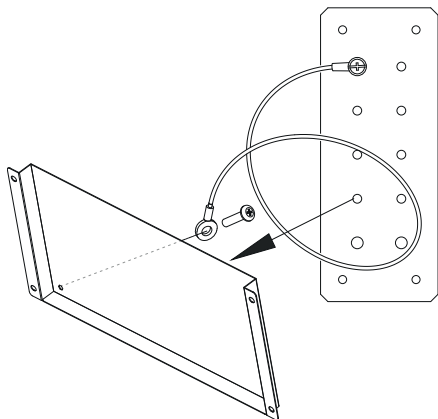
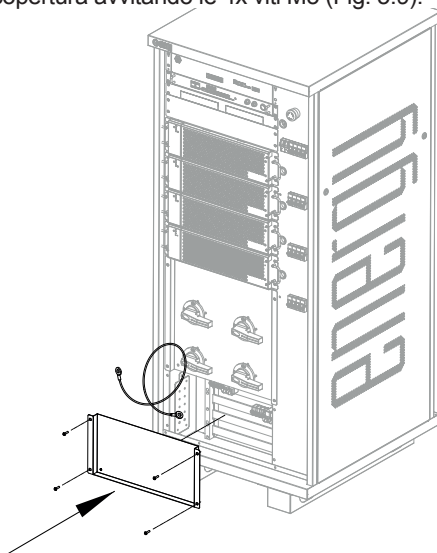

Fig. 5.8
Fig. 5.9
5. Ricollegare il cavo di messa a terra avvitando l'apposita vite M5 dal lato interno del pannello (Fig. 5.8). Richiudere il pannello di copertura avvitando le 4x viti M5 (Fig. 5.9).